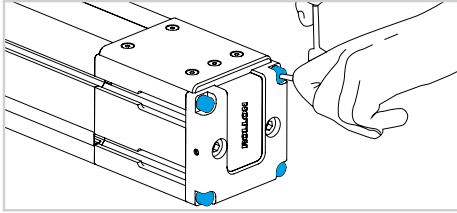

Abb. 10
- 10) Lösen Sie die vier Schrauben am Umlenkopf (Abb. 10).